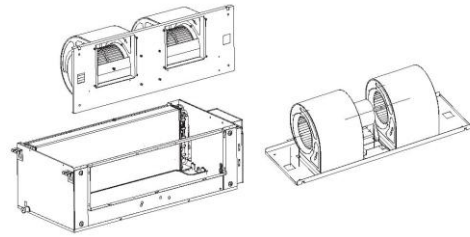

Fig.9-3
3. Retirar el cable del motor, retirar primero la placa del lado frontal y reparar el motor. Fig.9-3.